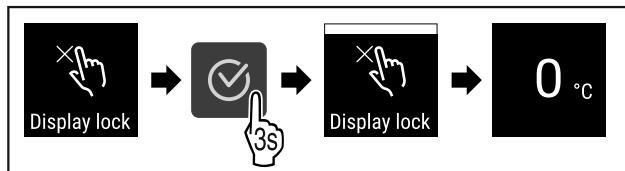

Fig. 77
- Εκτελέστε τα βήματα ενεργειών (βλέπε Fig. 77).